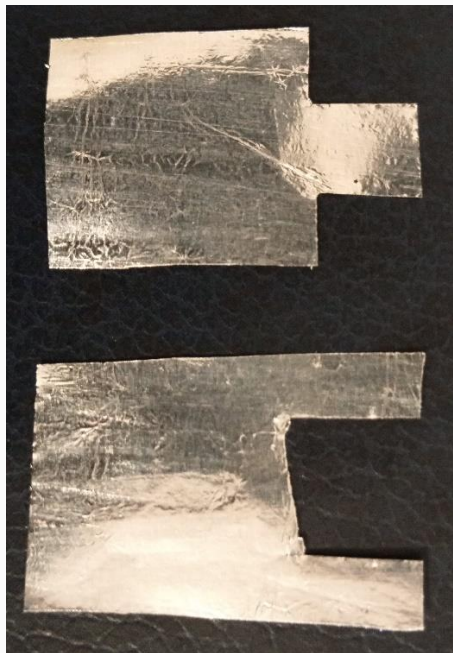

Рис. 4
2. Из фольги (ориентировочные размеры фольги 25×15 мм) изготавливают лепестки электрометра (рис. 4).